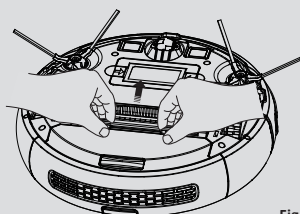

Fig. 11
2. Tirare la levetta di rilascio della spazzola rotante **[Fig. 11]**
6. Chiudere il fermo assicurandone il blocco. **[Fig. 11]**
2. Tirare la levetta di rilascio della spazzola rotante. **[Fig. 11]**
7. Chiudere il fermo assicurandone il blocco. **[Fig. 11]**